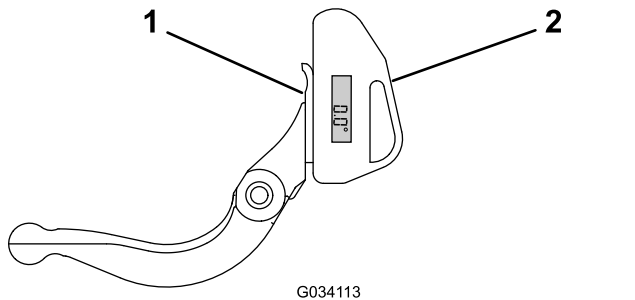

図 32
1. 図 32に示すように、ベッドナイフの底部に傾斜計をセットする。